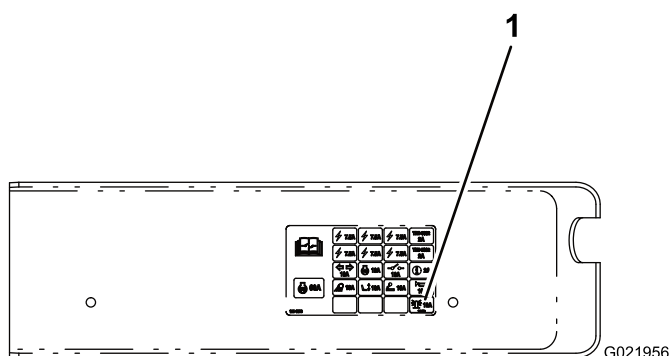

Figura 8
2. Coloque o autocolante do sinal luminoso no bloco de fusíveis no local que se mostra em (Figura 8). Certifique-se de que a superfície está limpa e seca antes de colocar o autocolante